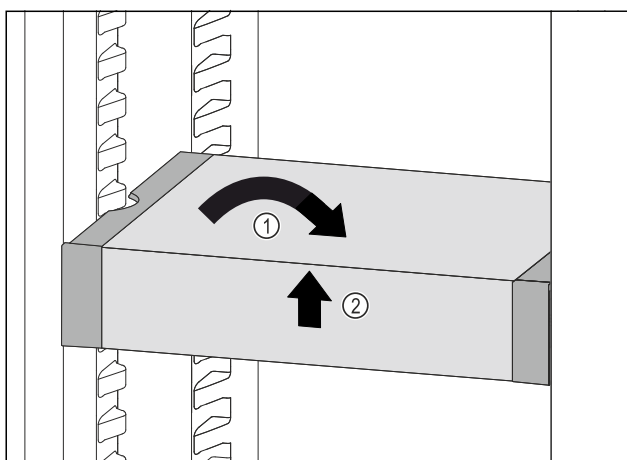

Fig. 32
- VarioSafe gerade stellen. Fig. 32 (1)
- VarioSafe vorne anheben. Fig. 32 (2)